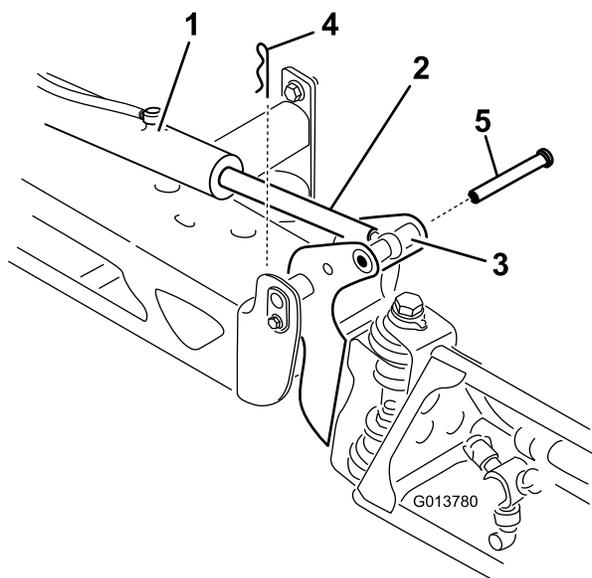

Figura 63
2. Togliete la coppiglia dal perno di articolazione (Figura 63).
3. Sollevate la barra e togliete il perno (Figura 63). Abbassate lentamente la barra al suolo.
8. Alzate la barra per allineare il perno con l'asta dell'attuatore. Tenete ferma la barra e inserite il perno attraverso il perno della barra e l'asta dell'attuatore (Figura 63).